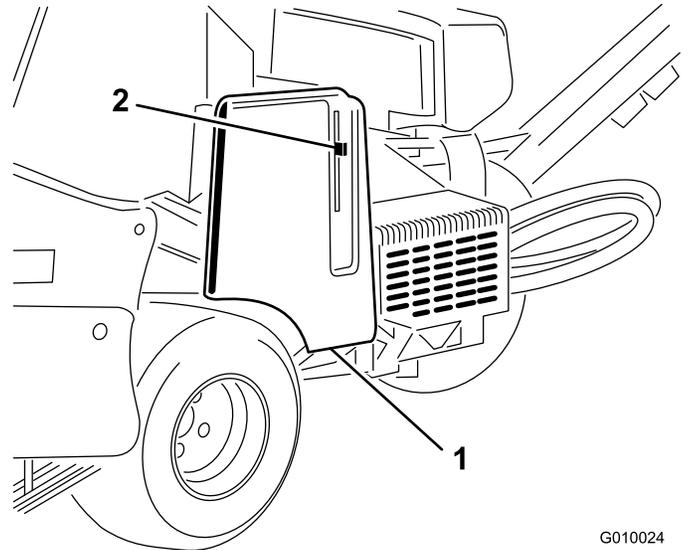
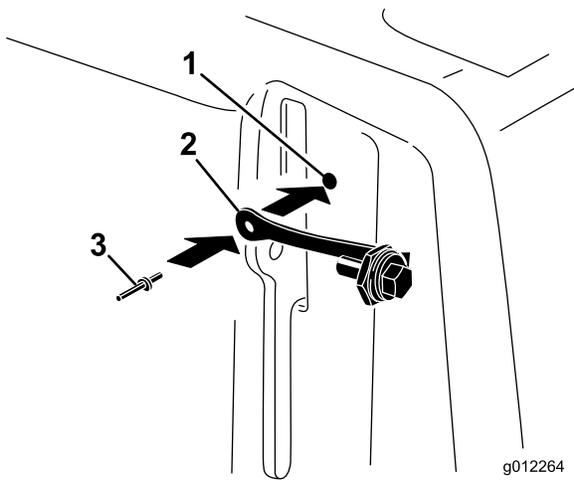

Figure 6
Figure 7
1. Localisez le trou dans le protège-courroie, près du levier de verrouillage (Figure 6 et Figure 7).
2. Fixez la sangle de retenue dans le trou du protège-courroie à l'aide d'un rivet aveugle (Figure 7).